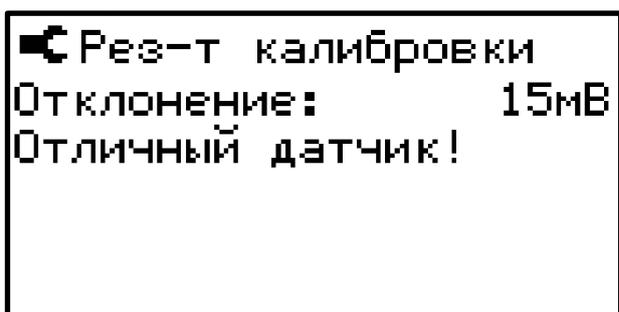

Рисунок 6.2. Процесс калибровки датчика (3/3).
4. По окончании таймера калибровка датчика завершится экраном результатом калибровки (Рисунок 6.2).